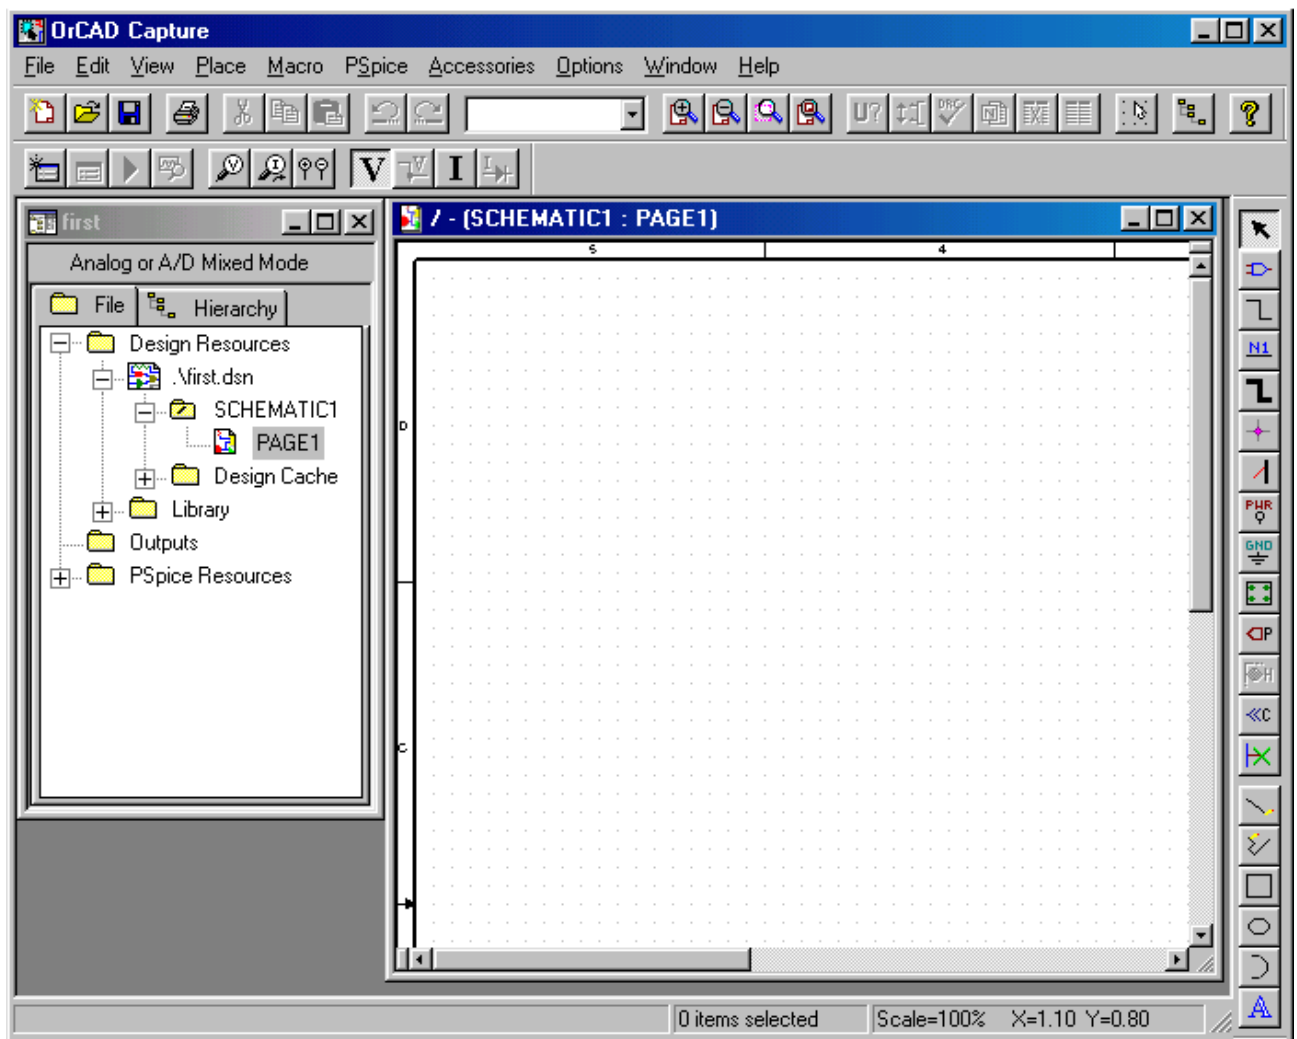

Рис.1.4. Стан екрану системи **OrCAD (Capture CIS)** в режимі побудови принципових схем
*Для переходу в режим побудови принципової схеми двічі клацніть на назві схеми в розділі **SCHEMATIC1** у менеджері проекту. Зробіть активним вікно, що з'явилося, при цьому стає доступним панель інструментів для введення елементів принципової схеми (рис.1.4).*